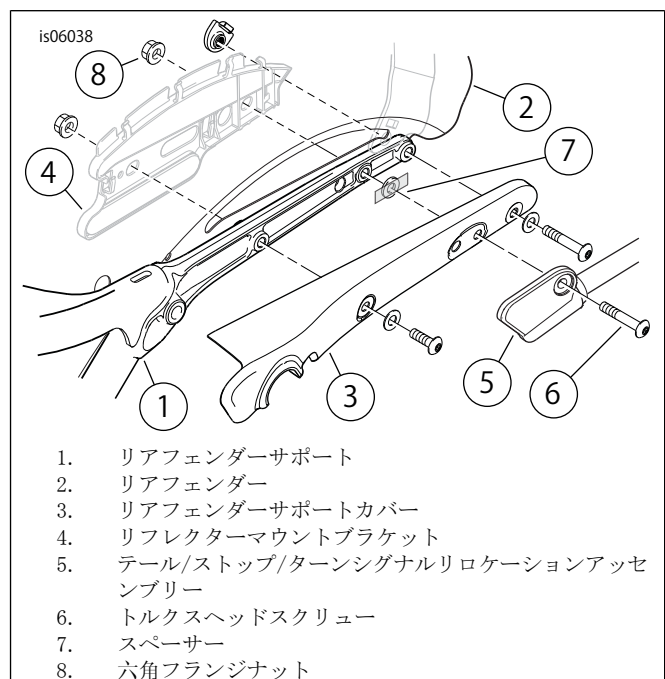

図4。リアフェンダーアッセンブリー
6. 図4を参照。キットから先ほど外したリアフェンダーサポートカバー(3)、前セクションのSTTリロケーションアッセンブリー(5)、5/16-18 TORX®ボタンヘッドスクリュー(6)、スペーサー(7)、六角フランジナット(8)を取り出します。